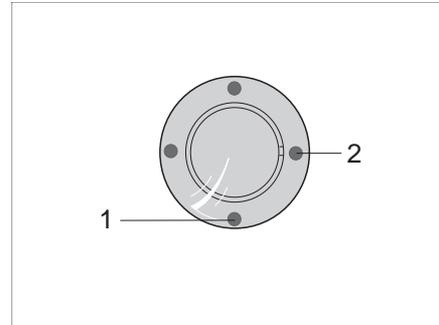
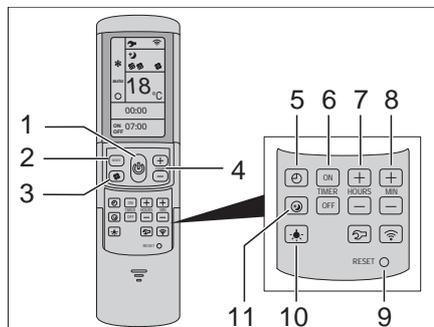

Bild 123 IR-Empfänger/Funktionsanzeige
Bild 124 Fernbedienung
Die Klimaanlage ist auf dem Dach des Fahrzeugs angebracht. Die Fernbedienung (Bild 124) für die Klimaanlage befindet sich im Küchenbereich.
- Die Klimaanlage ist betriebsbereit. Die blaue LED (Bild 123,1) leuchtet.
- Zum Einschalten die Taste (Bild 124,1) auf der Fernbedienung drücken. Die blaue LED (Bild 123,1) blinkt.
- Die gewünschte Betriebsart mit der Taste MODE (Bild 124,2) einstellen.
- Bei Bedarf mit der Taste (Bild 124,3) die gewünschte Gebläsestufe und mit den Tasten (Bild 124,4) die Raumtemperatur einstellen.
Ist die auf der Fernbedienung eingestellte Temperatur erreicht, erlischt die blaue LED (Bild 123,1), der Kompressor schaltet ab und das Umluftgebläse läuft weiter.
- Zum Ausschalten die Taste (Bild 124,1) auf der Fernbedienung erneut drücken.
- Zum Programmieren die Klimaanlage mit der Taste (Bild 124,1) auf der Fernbedienung einschalten.
- Mit der Taste (Bild 124,2) die gewünschte Betriebsart und mit den Tasten (Bild 124,4) die Raumtemperatur einstellen.
- Mit den Tasten (Bild 124,6) die gewünschte Funktion auswählen:
- Mit den Tasten (Bild 124,7 und 8) die gewünschte Schaltzeit wählen (15 Minuten bis 24 Stunden).
- Einstellung mit den Tasten "ON" oder "OFF" (Bild 124,6) bestätigen.